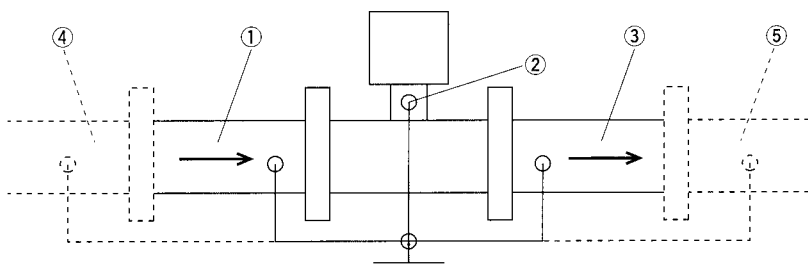
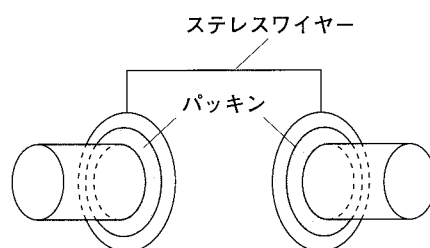

図1
図2 特殊アースリング外観
アースが取られていない場合には、液体ノイズ等の影響で不具合を起こすことが考えられますので、室内等やむをえずアースが近くに取れない場合は、下図1に示します様に上流配管①、下流配管③、電磁の首アース②の3点を共通接続して3点が同電位(管アース)となるようにしてください。但し、配管の材質が樹脂製や内面コーティング等絶縁されている場合には3点が同電位になりませんので上流配管④、下流配管⑤の導通管部に接続して3点が同電位となるようにしてください。全て絶縁管で3点が同電位にできない場合は、下図2に示します様な特殊アースリングを用意しておりますので最寄りの支店・営業所へお問い合わせください。